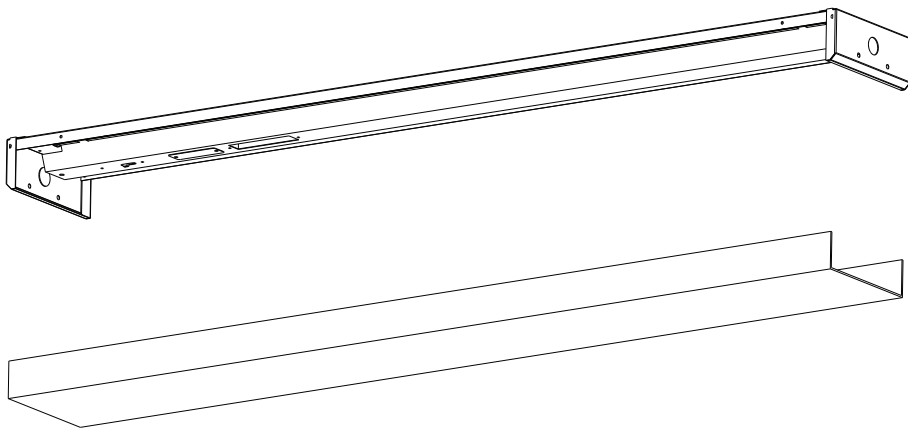

Fig. 1
1. Retirez la lentille pour accéder à la prise USB-C. (voir **Fig. 1**).